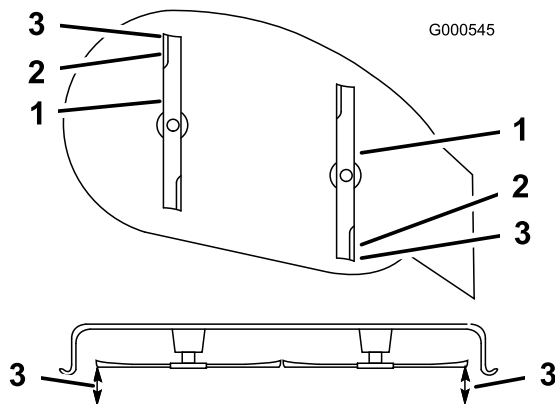

Figure 40
5. Réglez la hauteur de coupe à la position 3 [76 mm] et tournez les lames avec précaution dans le sens longitudinal (Figure 40).
6. Mesurez la distance entre la pointe de la lame avant et la pointe de la lame arrière par rapport à la surface plane (Figure 40). Si la pointe avant de la lame n'est pas de 1,6 à 7,9 mm plus basse que la pointe arrière, réglez le contre-écrou avant.
9. Une fois le réglage effectué, vérifiez à nouveau l'inclinaison avant/arrière des lames. Poursuivez le réglage de l'écrou jusqu'à ce que la pointe avant de la lame soit de 1,6 à 7,9 mm plus basse que la pointe arrière (Figure 40).